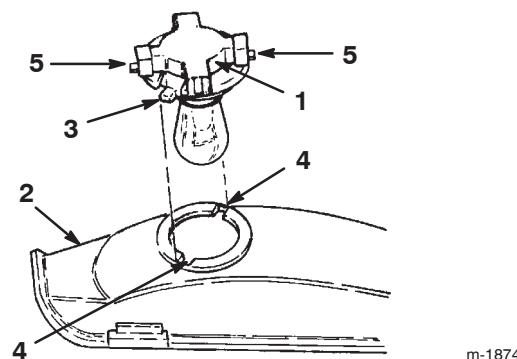

Bild 31
3. Drehen Sie die Birnenfassung um 1/4 Umdrehung nach links und nehmen die Birne aus dem Reflektor (Bild 31).
- Richten Sie die Laschen an der Birnenfassung (Bild 31) mit den Schlitten im Reflektor aus, setzen die Birnenfassung in den Reflektor ein und drehen Sie die Birne um eine 1/4 Umdrehung nach rechts bis zum Anschlag.